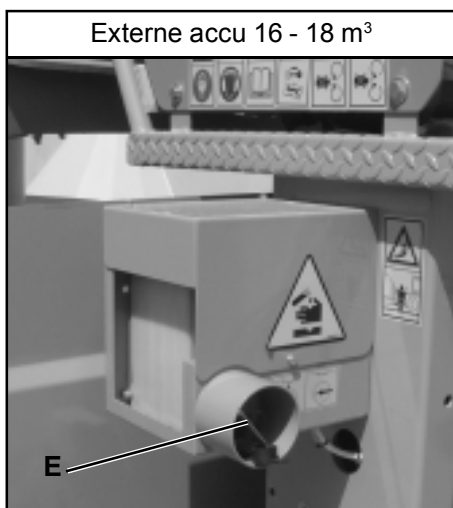

FIG. 5
- **LET OP:** controleer of de schakelaar van het elektrische circuit is ingeschakeld tijdens de bedrijfsfase en is uitgeschakeld tijdens de parkeerfase (**Fig. 5 - 5A Det. E**).